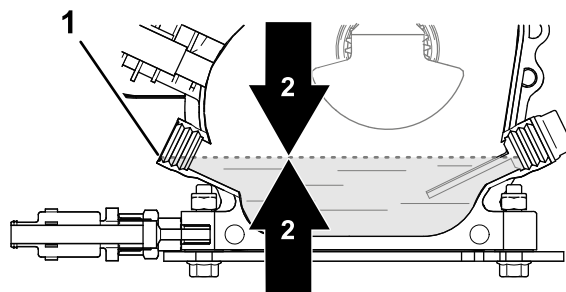

Figura 29
4. Verifique o nível de óleo (Figura 29).